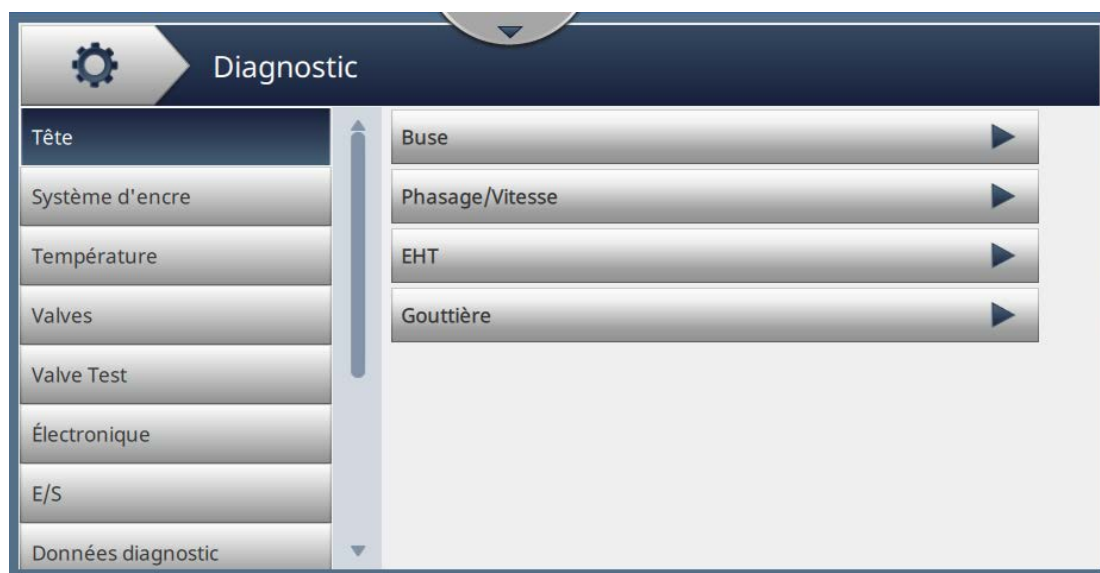

Figure 6-24 : Diagnostic
1. Appuyez sur le bouton  dans l'écran Outils. L'écran Diagnostic s'ouvre, tel qu'illustré à la Figure 6-24.